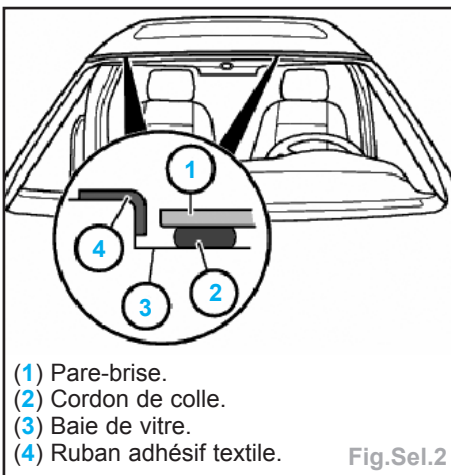

Fig.Sel.2
- Recouvrir la carrosserie, dans la zone de jonction avec le toit, avec du ruban adhésif (fig.Sel.2).